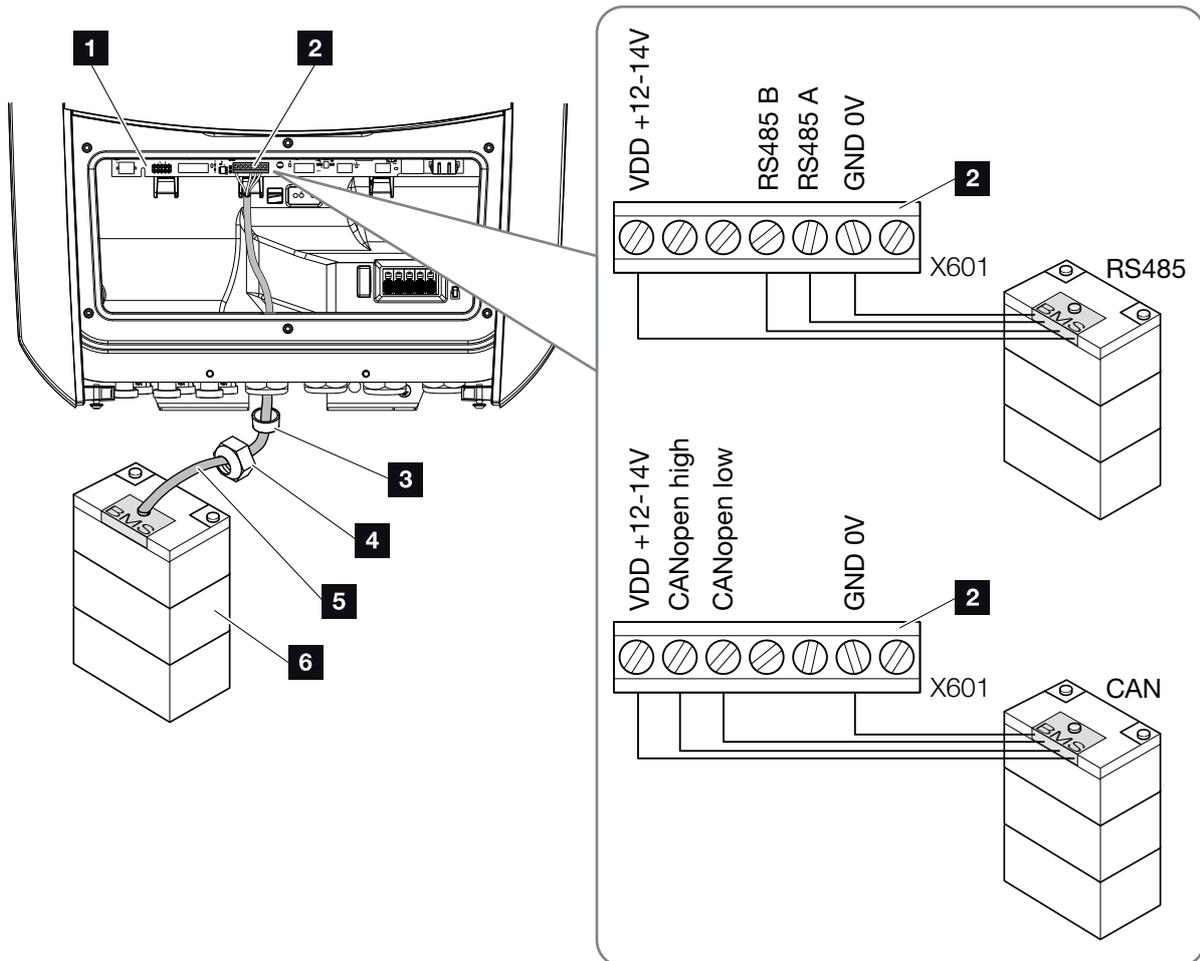

Fig. 36: Ligação de comunicação com a bateria via RS485 ou CAN
3. Ligue o cabo de comunicação (RS485 ou CAN) à interface de comunicação da Smart Communication Board.  **Fig. 36 Pos. 2**